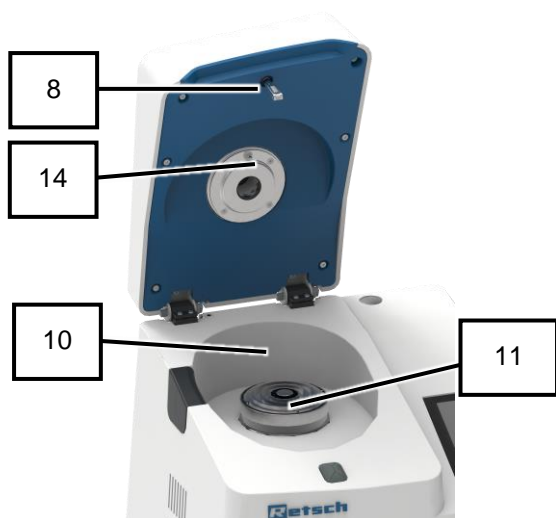

Рис. 57: внутренняя камера
5. Если вставлены измельчительные инструменты (кассета с крышкой, кольцевое сито, ротор и лабиринтный диск), извлеките их из внутренней камеры (10).
6. Очистите запирающий блок (8) под крышкой прибора с помощью кисти (Рис. 57).
7. Очистите датчик температуры (14) под крышкой прибора (2) и рядом с валом ротора (10) с помощью кисти (Рис. 57).
8. Очистите вал ротора (11) с помощью пылесоса (Рис. 57).
9. Очистите внутреннюю камеру (10) и нижнюю часть крышки прибора (2) с помощью пылесоса (Рис. 57).
- Внутренняя камера (10) очищена.